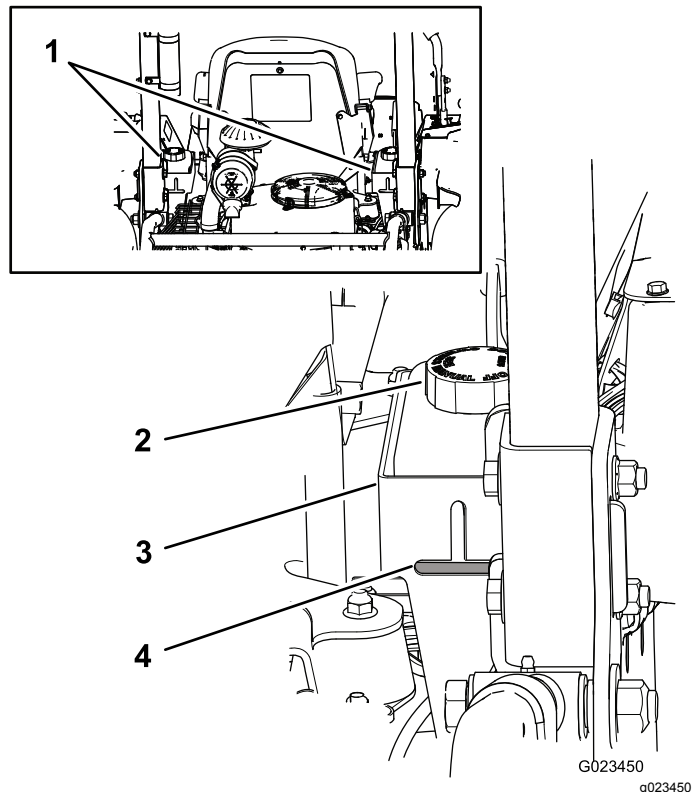

Bild 17
Die Behälter der Maschine werden im Werk mit Hydrauliköl guter Qualität gefüllt. Prüfen Sie den Stand des Hydrauliköls, wenn das Öl kalt ist. Die Maschine sollte in der Transportkonfiguration sein. Wenn der Ölstand unter der Oberkante des horizontalen Teils des Schauglases hinten am Hydraulikbehälter (Bild 17) liegt, gießen Sie Öl nach, bis der Ölstand akzeptabel ist. **Füllen Sie die Behälter nicht zu voll.** Wenn der Ölstand an der Oberkante des horizontalen Teils des Schauglases liegt, muss kein Öl nachgefüllt werden. Als Ersatzflüssigkeiten werden empfohlen:
Hinweis: Der Ölstand sollte an der Unterseite der Öffnungen sein; wie in Bild 17 abgebildet.
- A. Reinigen Sie den Bereich um die Deckel der Hydraulikölbehälter, damit keine Rückstände in die Anlage gelangen (Bild 17).